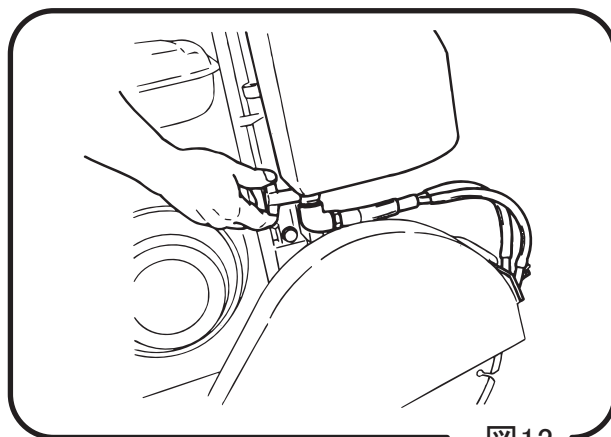

図 13
- 2 水タンクの散水コックを開き、ブレードに冷却水を噴射させて下さい。(図 13)